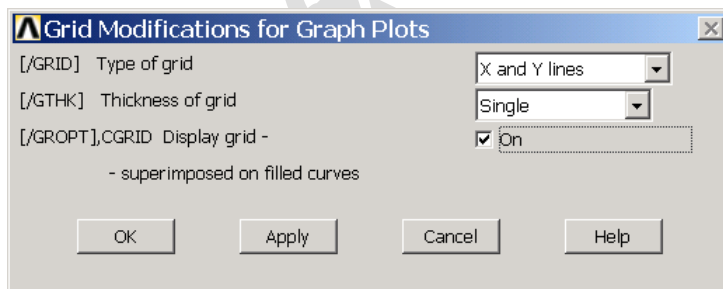

图10.53 显示网格
(13) 按同样的方法定义变量 3UX 读取节点 3 的 UX 向位移结果。
(14) 单击【Utility Menu】|【PlotCtrls】|【Style】|【Graphs】|【Modify Grid】菜单, 弹出如图 10.53 所示的对话框。选择【Display grid -】右边的复选框为【On】, 然后单击【OK】按钮。